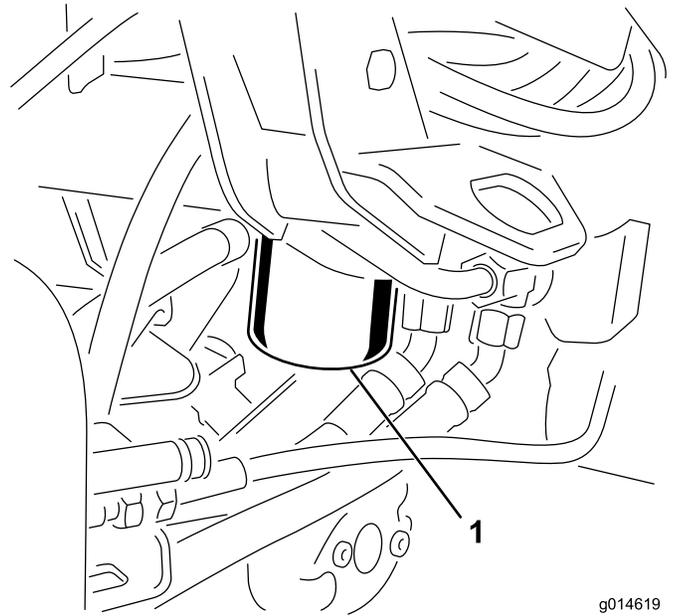

图 54
1. 清洁过滤器安装区周围的区域图 54。在过滤器下面放置一个放油盘并拆下过滤器。